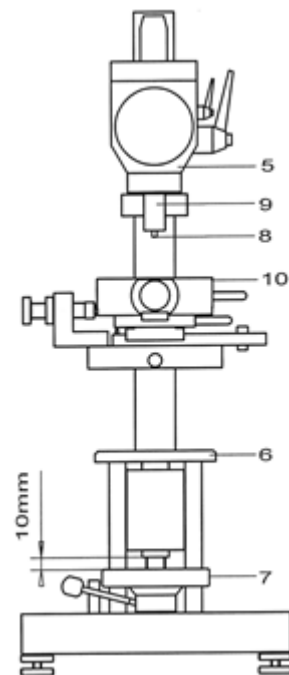

Abb. 2 Prüfstand
- Stellen Sie den Höhenverstellhebel (2) der Positionseinrichtung auf die Position „A“.
- Drehen Sie das Rändelrad (11) bis der Zeiger der Messuhr (12) auf „4“ steht.
- Fahren Sie die Positionseinrichtung durch Drehen des Handrads (7, Abb.2) nach oben, so dass sich die Druckplatte (8) zwischen den Zentrierstiften (1) in einem Abstand von ≈ 1 mm zum Auflagetisch befindet.
Um Beschädigungen an Druckplatte und Zentrierstiften zu vermeiden, ist die Positionseinrichtung mit dem Handrad (7, Abb.2) soweit nach unten zu fahren, dass der seitliche Verfahrweg frei ist, d.h. größer als die Schnurstärke des O-Ringes.